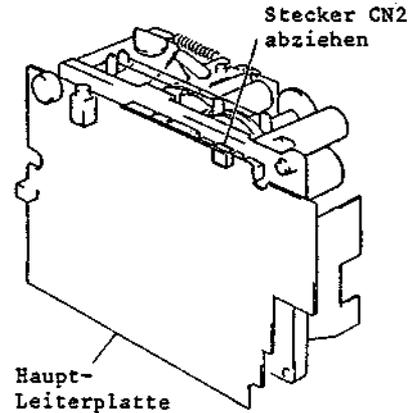

Abb. 2-60 Ausbau des Bandlaufwerk-Statusschalters
3. Den Stecker CN2 abziehen (siehe Abb. 2-60).